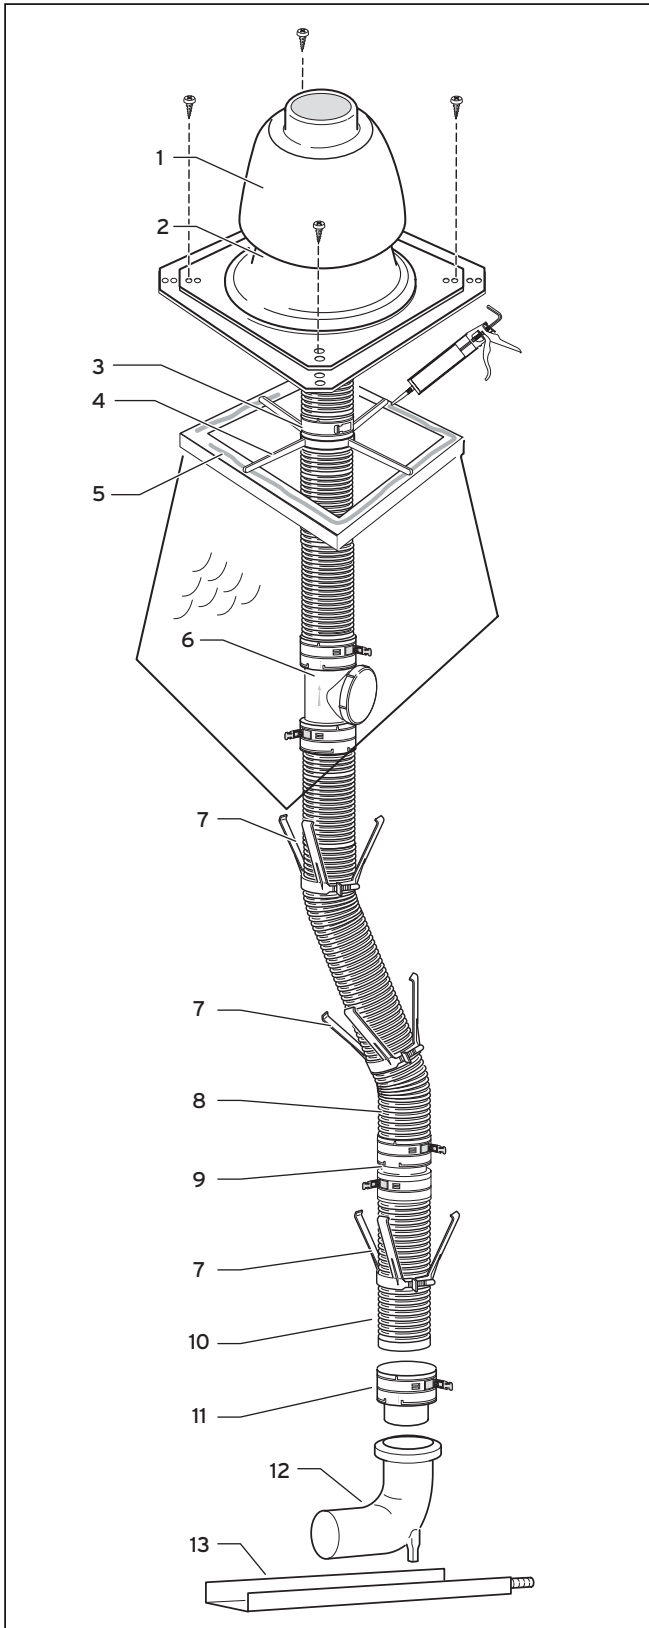

Рис. 6.31 Системная конструкция гибкого выпускного газопровода
- Надвиньте нижний конец выпускного газопровода (10) до упора во вставной элемент (11) и закрепите его защелкивающимися запорами.
- Монтируйте распорки (7, см. рис. 6.31) на расстоянии максимум 2 м на выпускном газопроводе.
- Передвиньте монтажный крест (4) через выпускной газопровод (8) на стенку шахты, см. рис. 6.31.
- Передвиньте соединительное кольцо (3) через выпускной газопровод (8) и зафиксируйте его защелкивающимися запорами над монтажным крестом (4). Выпускной газопровод висит в монтажном кресте.
- Герметизируйте край устья (5) силиконом.
- Закрепите основание шахтной насадки (2, рис. 6.31) четырьмя болтами на краю устья.